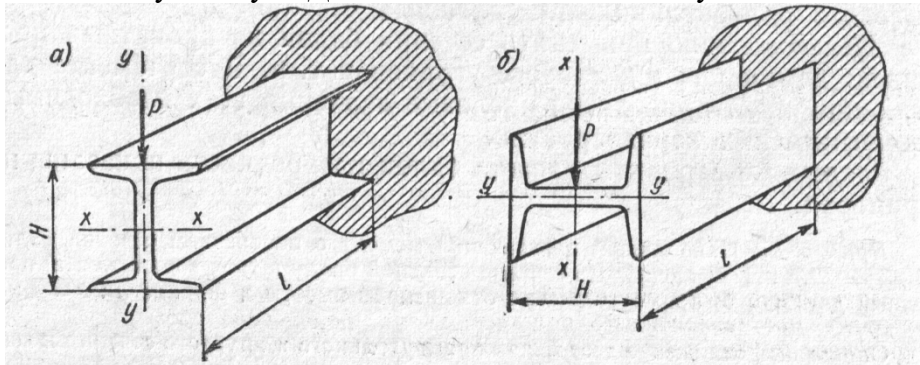

Рис. 19.
1. В каком из двух вариантов нагружения (рис. 19, а, б) двутавровая балка сможет выдержать большую силу P . Длина консолей / в обоих случаях одинакова.
- А. В случае, изображенном на рис. 19, а.
- Б. В случае, изображенном на рис. 19.